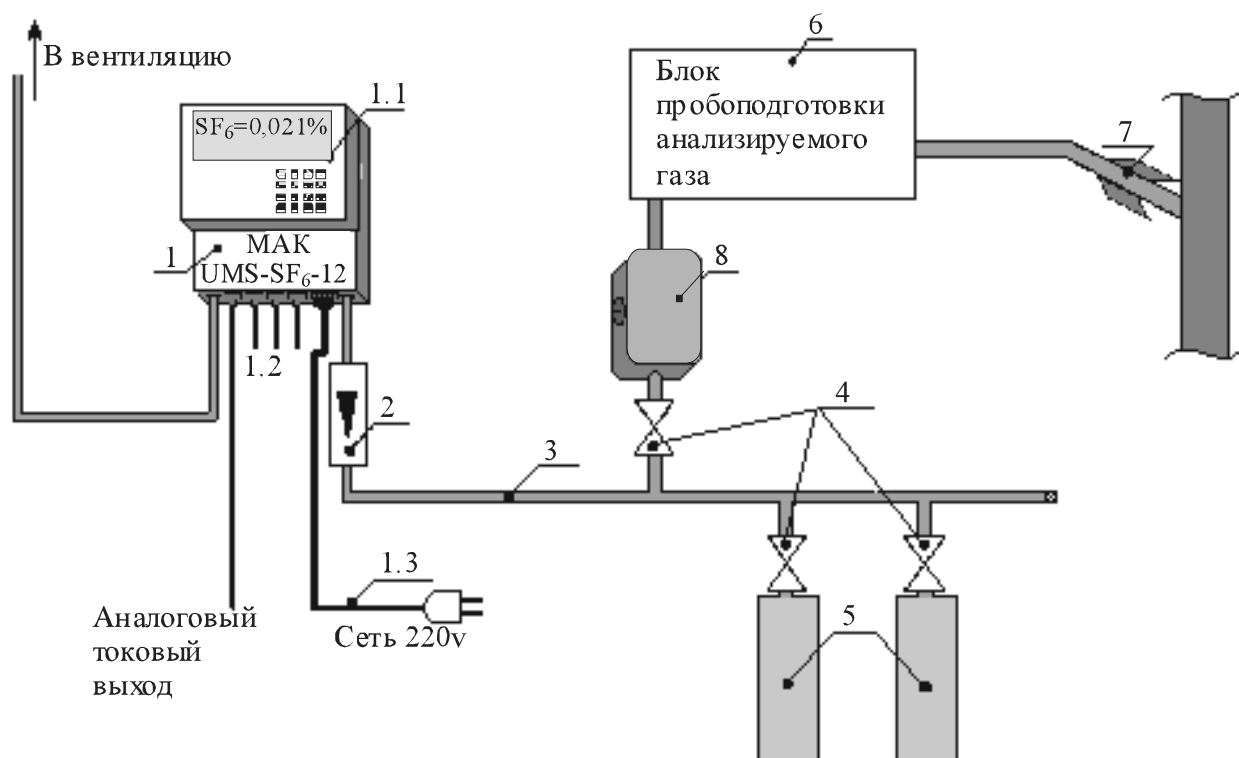

Рис. 3. Схема электрических и газовых соединений "МАК- UMS-SF₆-12" для рабочих условий применения и поверки.
8.3.1. Монтаж электрических цепей газоанализатора и газовых соединений производить с соблюдением действующих на объекте правил по схеме соединений, приведенной на рис.3, в следующем порядке:
8.5.2.3. Открыть вентиль баллона с ПГС и обеспечить расход ПГС равный 20-40 литров/час. Обеспечить подачу ПГС (расход ПГС поддерживать равным расходу воздуха при установке "ноля") на вход анализатора в соответствии с рис.3.